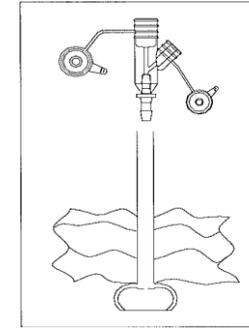

Figura 3
27. Conecte o conector Y ao local de corte do cateter. (Figura 3)